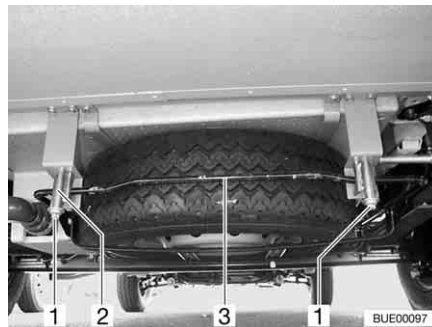

Fig. 311 Suporte da roda sobresselente (armação de suporte)
- Desaperte as porcas (Fig. 311,1) no gancho direito e esquerdo traseiro (Fig. 311,2) do suporte da roda sobresselente.
- Empurre ligeiramente o arco (Fig. 311,3) para cima. Ao mesmo tempo, puxe o gancho para baixo e despendure o arco.